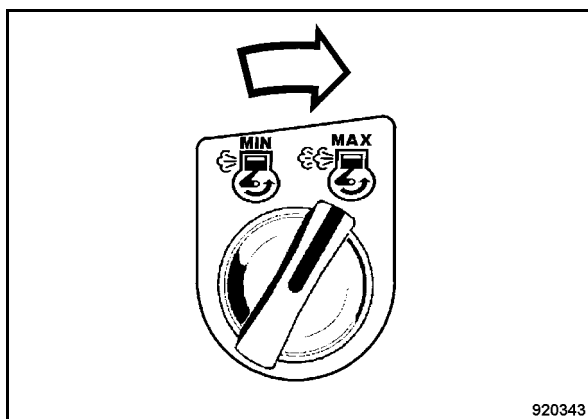

Fig. 87
- Girare il pulsante rotante Regime del motore in senso orario sulla posizione "MAX" (Fig. 87).